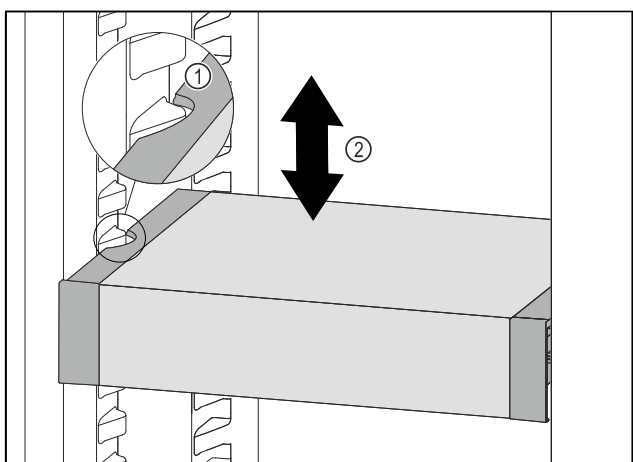

Fig. 58
- ▶ Predal VarioSafe povlecite v smeri naprej, dokler nista stranska izreza predala VarioSafe na višini nastavka za posodo v hladilniku. Fig. 58 (1)
- ▶ Predal VarioSafe premikajte v hladilniku gor ali dol, dokler ne dosežete želene višine. Fig. 58 (2)